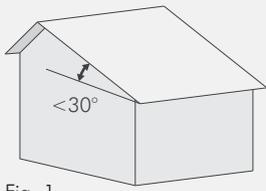

Fig. 1
Este tipo de trabajo son únicamente aquellas intervenciones en cubiertas con una inclinación inferior a 30° (Fig. 1), en las que el operario, para poder trabajar con seguridad, debe engancharse a una línea de seguridad flexible horizontal, instalada previamente en el vértice de la cubierta (A). Si esta línea de seguridad no está instalada, un operario cualificado deberá instalar una línea de seguridad temporal, para realizar el trabajo de forma segura. El acceso a la cubierta puede realizarse:
El trabajo su techo se refiere exclusivamente a coberturas con inclinación inferior a 30° (Fig. 1) donde l'operatore, per lavorare in sicurezza, dovrà collegarsi ad una linea vita orizzontale flessibile già installata sulla linea di colmo (A). Qualora questa non sia presente, un operatore con la dovuta qualificazione dovrà installare una linea vita temporanea tramite la quale poter effettuare il lavoro in sicurezza.